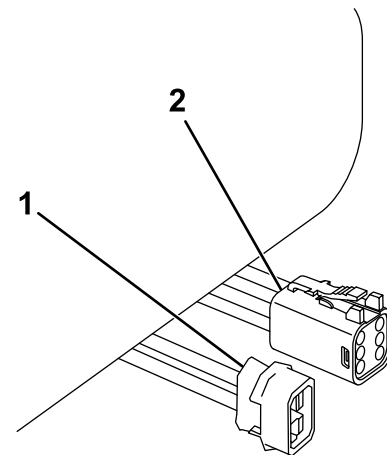

Figure 17
17. Montez le connecteur du chasse-neige et le connecteur d'alimentation/de masse noir et rouge sur la partie inférieure du pare-chocs arrière à l'aide d'un serre-câble (Figure 17).